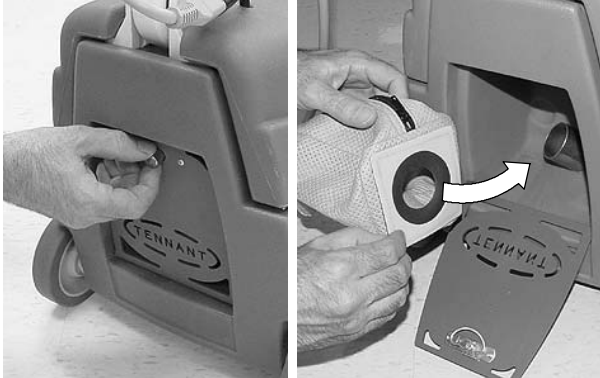

BILD. 3
1. Öppna dammpåsutrymmet bak på maskinen genom att vrida kontrollen moturs (bild 3)
2. Träd kragen på inloppsroret som bilden visar och stäng utrymmet (bild 3).